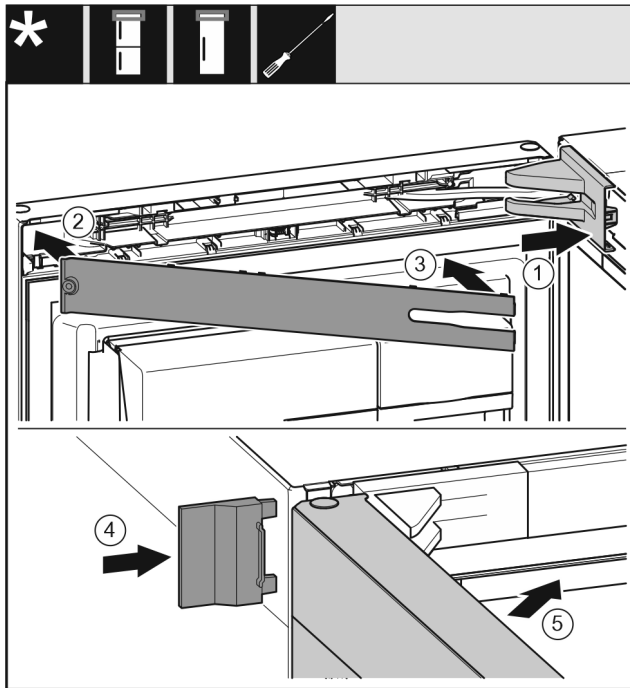

Fig. 43
- Vendosni kapakun mbulues të bazamentit mbështetës Fig. 43 (1) dhe mbërthejeni në vend, duke i ndarë nga njëri-tjetri nëse nevojitet.
- Vendosni panelin mbulues Fig. 43 (2).
- Hapni kapakun Fig. 43 (3) dhe mbërthejeni.
- Shtyni kapakun mbulues të jashtëm Fig. 43 (4).
- Mbyllni derën lart Fig. 43 (5).